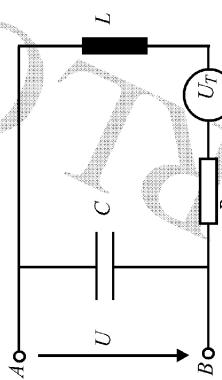

Bild 12: Schaltung eines Schwingkreises
- d) Laut Hinweis kann der Widerstand R ersetzt werden, s. Abbildung 12.